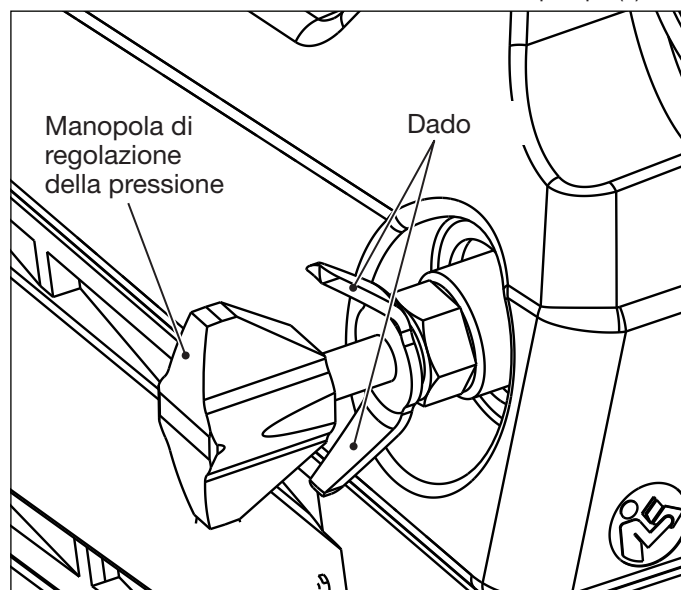

Figura 9: Regolazione della valvola regolatrice di pressione (coppia)
2. Verificare il manometro della pressione idraulica della pompa. Se viene rilevata una pressione, allentare il controdado della valvola di sfiato e ruotare la manopola di regolazione della pressione in senso antiorario, finché la pressione non viene scaricata e il manometro indica zero (0) bar/psi. Fare riferimento alla Figura 9.
La pompa contiene una valvola regolatrice di pressione oleodinamica regolabile dall'utente che consente di impostare la pompa a una pressione specifica, corrispondente alla coppia desiderata per l'applicazione. Vedere la Figura 9.
NOTA Se la batteria è completamente scarica o se la funzione di scarico della pressione non funziona, scaricare manualmente la pressione intrappolata ruotando la manopola della valvola di scarico della pompa in senso antiorario. Fare riferimento alla Figura 9.